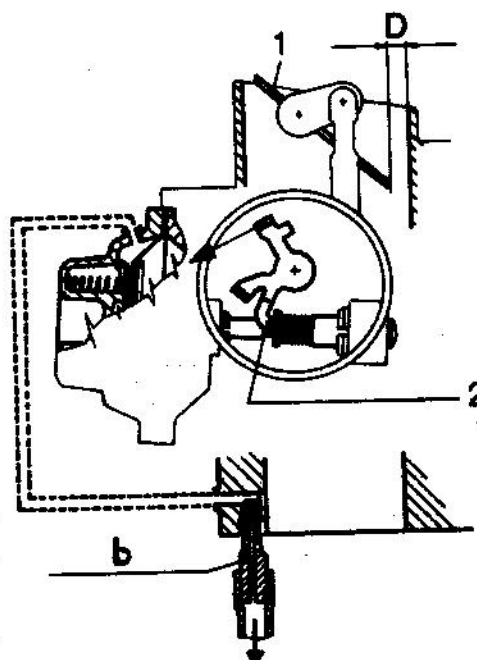

Fig. 7
a) Réglage dénoyage pneumatique minimum (Fig. 7)